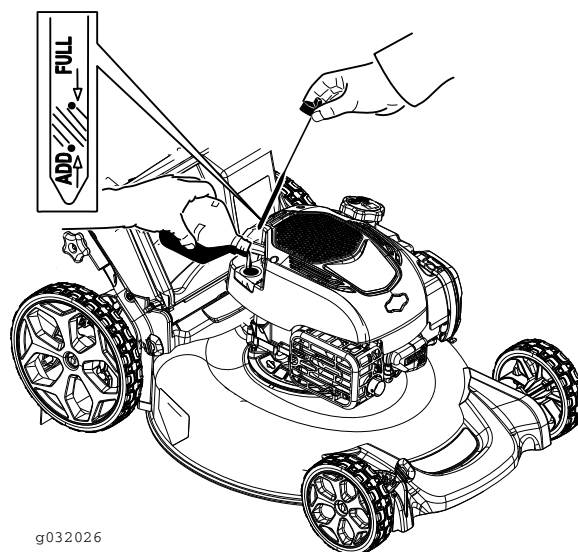

Figura 27
12. Retire vareta e verifique o nível de óleo na vareta (Figura 27).